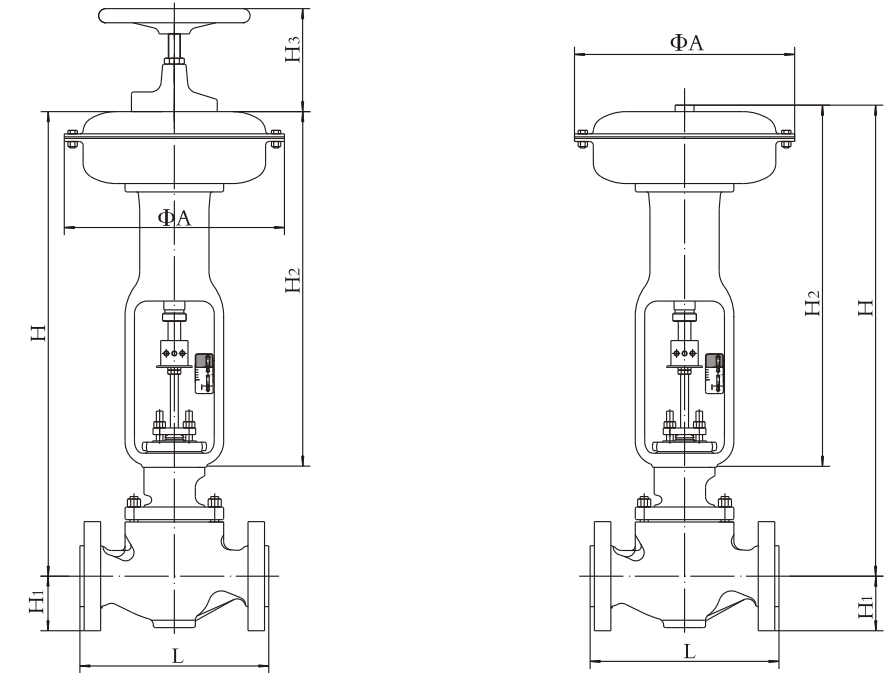
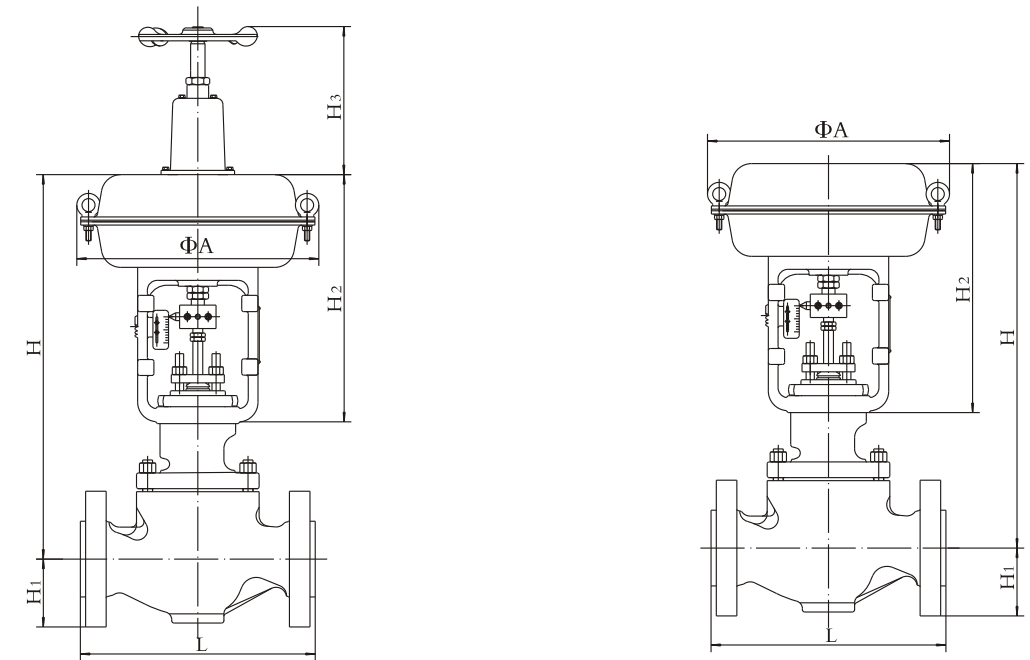

图9 Z857/867(S)-GZ型气动薄膜单座阀
图11 ZJHGZ型精小型气动薄膜单座阀
4. 法兰距尺寸 (见图9、图11、表12)
2. Z857/867(S)-GZ型气动薄膜单座阀产品外形尺寸 (常规匹配) (见图9、表10)
5. ZJHGZ型精小型气动薄膜单座阀产品外形尺寸 (常规匹配) (见图11、表13)